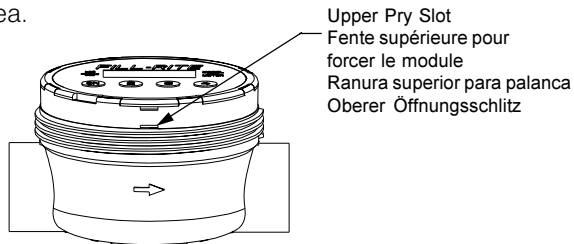

Figure 4
1. Unscrew meter cap (item 1). Use a strap type oil filter wrench or large 5" jaw pipe wrench if needed.
2. Insert a wide flat-head screw driver into the top slot (see Figure 4) and gently pry up electronics module.
2. Insérez un grand tournevis à tête plate dans la fente du haut (voir la figure 4) et forcez doucement le module électronique à sortir vers le haut.
2. Eine breite Schraubenzieherklinge in den oberen Schlitz einführen und das Elektronikmodul vorsichtig abheben. (siehe Abbildung 4).